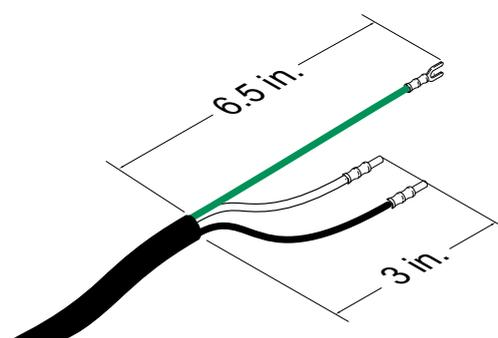

ABB. 13: Netzkabel
- Den Trennschalter (AZ) in Stellung OFF drehen.
- Falls notwendig, Klemmringe verwenden. Siehe ABB. 13.